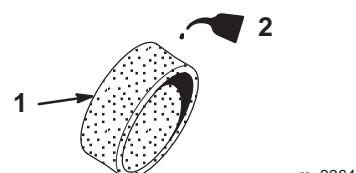

Figure 28
4. Imbibez l'élément d'huile moteur propre (Fig. 28), pressez-le pour éliminer l'excédent d'huile, enveloppez-le et pressez-le dans un chiffon propre pour le sécher le mieux possible. Veillez à ne pas le déchirer.